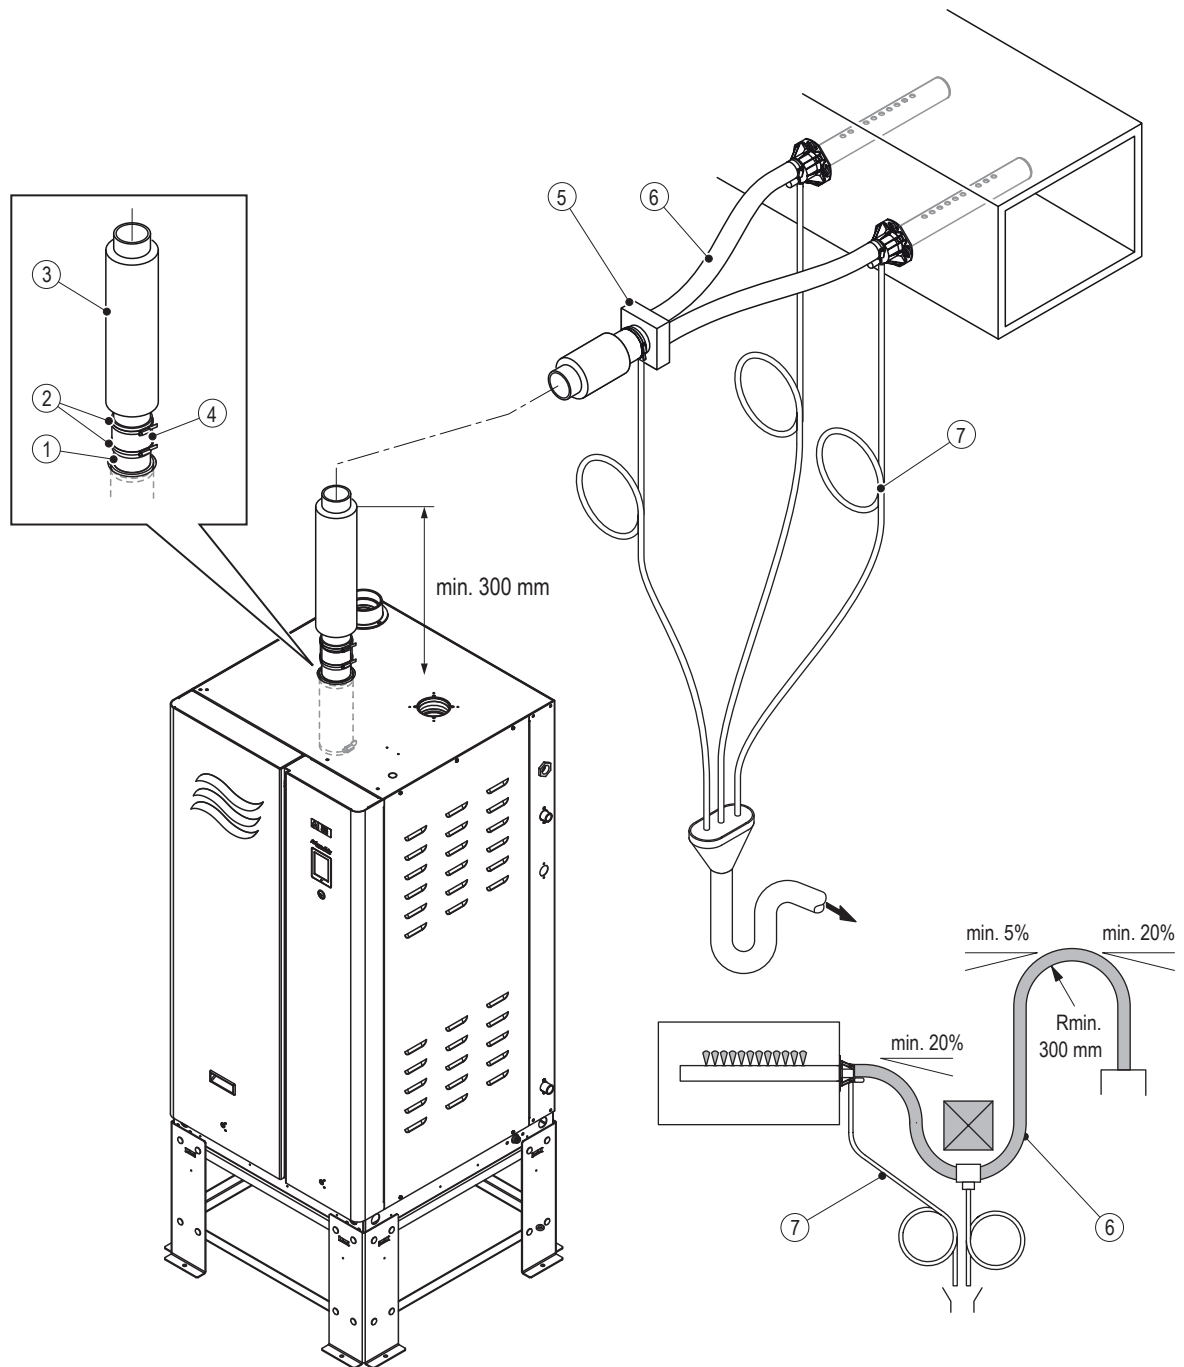
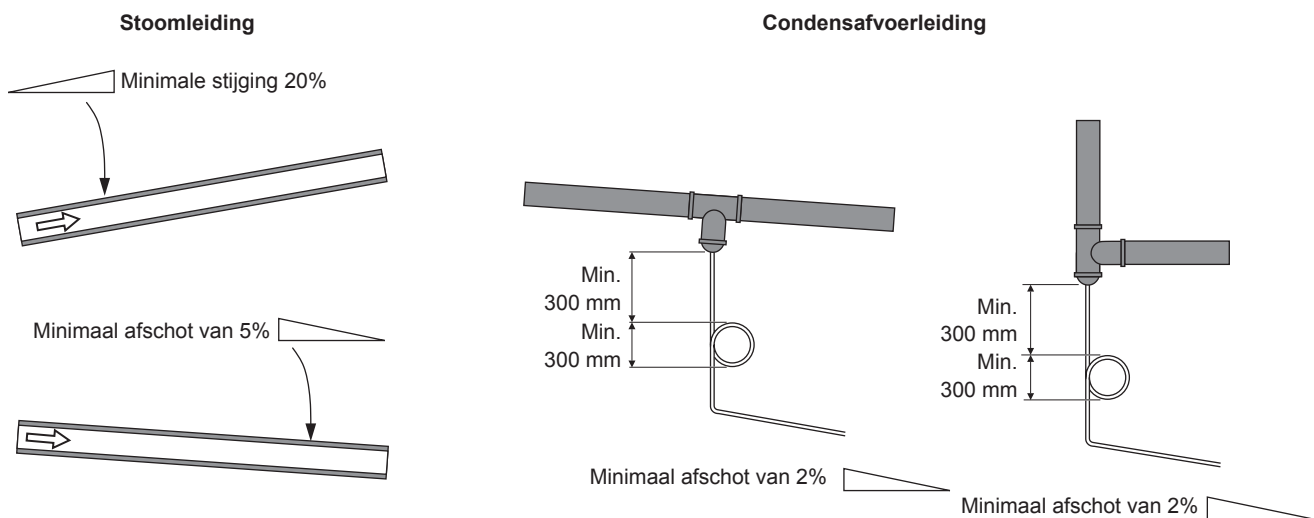

Fig. 9: Installatie van de hoofdstoomleiding
Fig. 10: Stoom- en condensleidingen
Condair raadt u aan de volgende beste praktijken voor het installeren van atmosferische stoomleidingen en condensleidingen te respecteren. Zie ook Fig. 9.
- De stoomleiding moet vanaf de aansluiting van de luchtbevochtiger minimaal 300 mm recht omhoog lopen, alvorens verder te gaan naar het stoomverdeelsysteem - zie Fig. 9 op pagina 26. De stoomleiding moet een minimale stijging van 20% hebben of een minimaal afschot van 5% naar de stoomverdeler – zie Fig. 10 op pagina 29.
- Op alle lage punten en op plaatsen waar de stoomleiding overgaat van een horizontale richting naar een verticale richting moeten condenssifons zijn geïnstalleerd. De condensafvoerleidingen moeten altijd worden aangesloten op T-stukken in de stoomleiding met een gelijke doorlaat. Zie Fig. 10 op pagina 29.